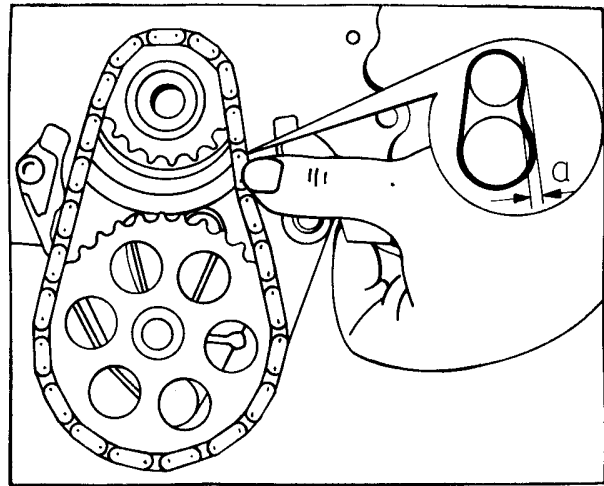

Bild M 42. Kettenspannung überprüfen
- (13) Rollenkette
- spannen (siehe Bild M 42)
- (14) Dichtbuchse
- (15) Dichtung
- (16) Einstellwinkel
- (17) Kombischraube (Mt = 9 Nm)
- (18) Wellendichtring
- (19) Sechskantschraube (Mt = 10 Nm)
- (20) Keilriemenscheibe